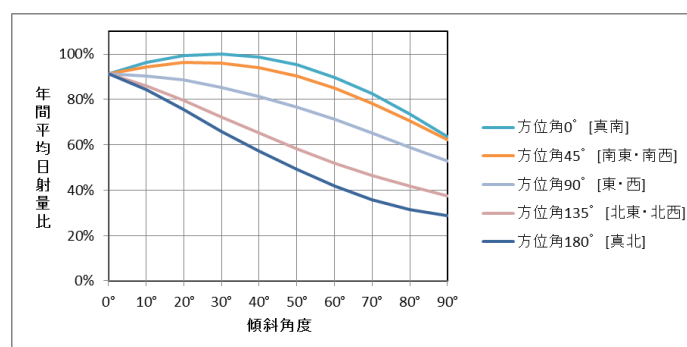

図 4 傾斜角度と年間平均日射量との関係
- ・大阪府における真南を基準とした方位角ごとの傾斜角度と年間平均日射量（真南における最適角度 30°を基準）との関係は図 4 に示すとおりとなります。